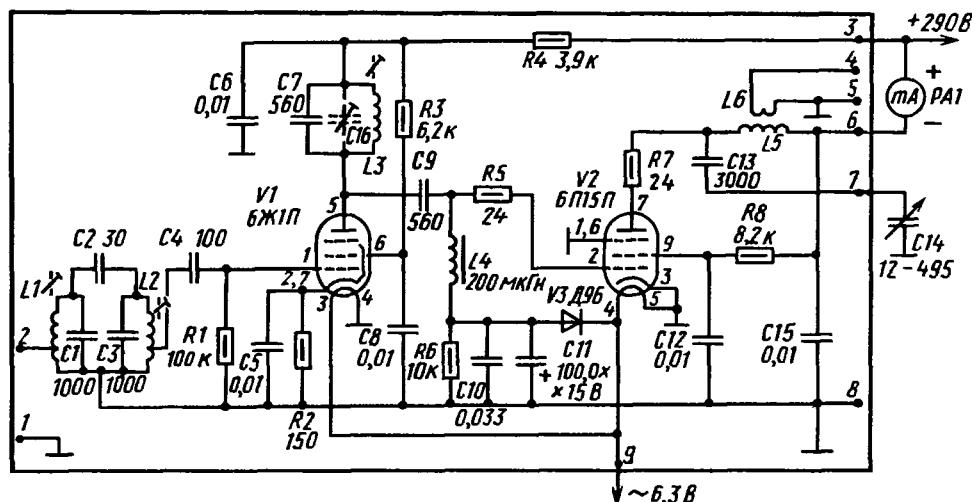

Рис. 398. Схема усилителя мощности на электронных лампах
**Ламповый усилитель мощности.** Принципиальная схема такого варианта усилителя мощности трансивера приведена на рис. 398. В первом его каскаде работает высокочастотный пентод 6Ж1П (V1), во втором – мощный выходной пентод 6П15П (V2). Источником питания анодных и экранирующих сеток ламп служит выпрямитель с выходным напряжением постоянного тока 290 В, а нить накала – переменное напряжение 6,3 В понижающей обмотки сетевого трансформатора блока питания. Положительное напряжение выпрямителя подается на анод и экранирующую сетку лампы первого каскада через вывод 3 платы и развязывающий фильтр R4C6, на анод и экранирующую сетку лампы второго каскада – через миллиамперметр РА1 и вывод 6, а переменное напряжение на нити накала ламп – через вывод 9. Вывод 8 платы является общим для цепей питания ламп усилителя. Выводы 4 и 5, как и выводы 9 и 10 транзисторного усилителя, предназначены для подключения антенны.
Налаживают ламповый усилитель мощности так же, как его транзисторный вариант: при подключенном к выводам 4 и 5 эквивалента антенны и подаче на входной вывод 2 сигнала ГСС частотой 1900 кГц и амплитудой 30—50 мВ. На сигнал этой частоты контуры полосового фильтра настраивают подстроичными сердечниками катушек L1 и L2, а анодного контура лампы V1 — сердечником катушки L3. Если контур L3 не удается настроить только подстроичным сердечником катушки, в него можно включить дополнительный керамический подстроичный конденсатор C16 с наибольшей емкостью 100—150 пФ, показанный на рис. 398 штри-